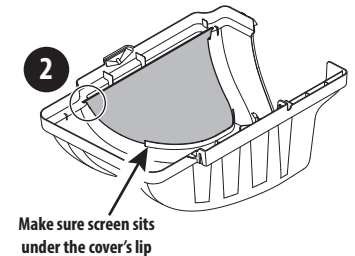

Figura 14
4. Asegúrese de alimentar la pantalla debajo del labio. Enganche el otro lado empujando la pantalla en el recorte previsto (2). Ver Figura 14.